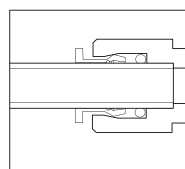

Fig.2
- ▶ Certifique-se de que introduziu completamente o tubo (Fig. 2).